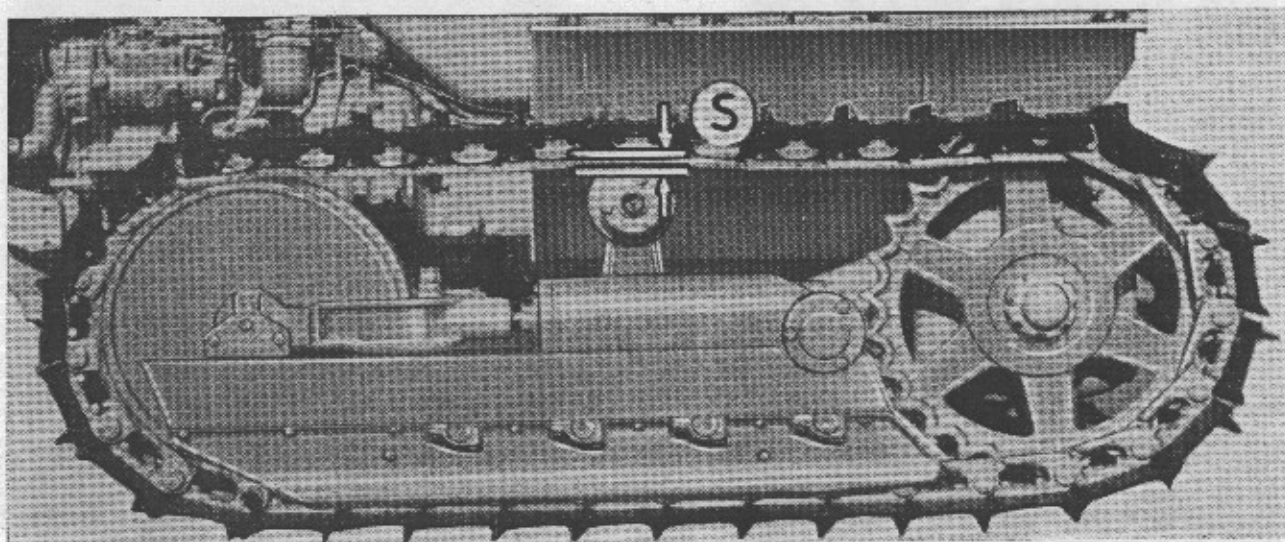

Fig. 57
8) **Catene cingoli** - Verificare che la flessione delle catene (fig. 57) sia di mm. 30 ÷ 35 circa; nel caso fosse superiore, procedere alla regolazione come descritto nella voce « REGOLAZIONI ».